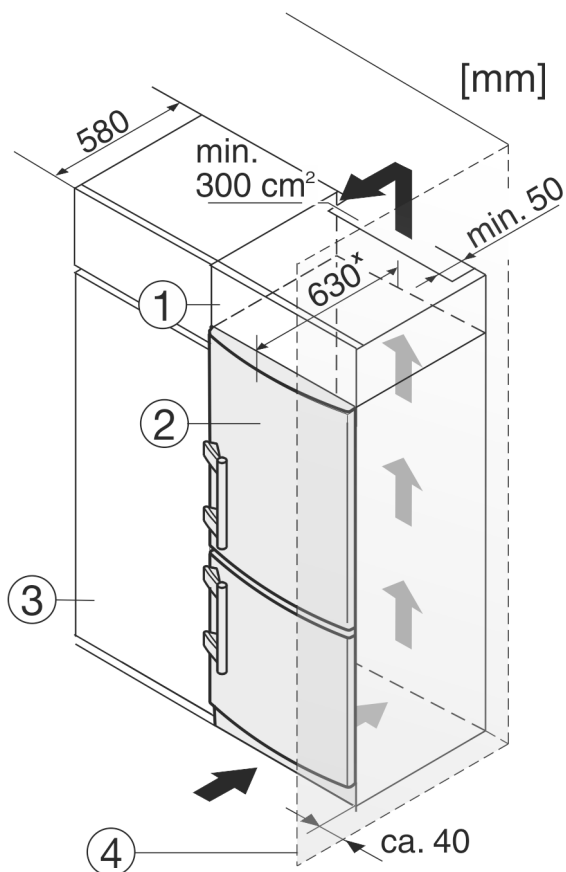

Fig. 9
Okoli naprave lahko vgradite kuhinjske omare. Za poravnavo naprave Fig. 9 (2) s kuhinjskimi elementi lahko nad napravo postavite ustrezno nadgradno omarico Fig. 9 (1).
Pri vgradnji aparata v kuhinjske omare (globina maks. 580 mm) lahko aparat postavite neposredno ob kuhinjsko omaro Fig. 9 (3). Aparat je ob strani postavljen 34 mm \* in na sredini aparata 50 mm \* od čelne stranice kuhinjske omare.
Če aparat postavite s tečaji ob steni Fig. 9 (4), mora razdalja med aparatom in steno znašati vsaj 40 mm. To ustreza velikosti ročaja pri odprtih vratih.